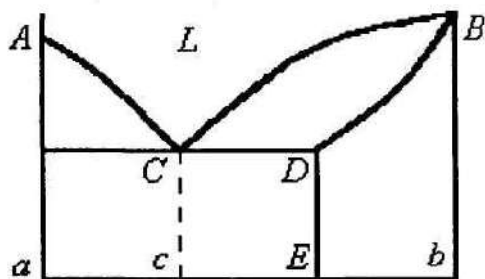

Рис. 4.1. Сплавы системы $A-B$ изотермического распада
1. Какие сплавы системы $A-B$ (рис. 4.1) могут быть закалены?